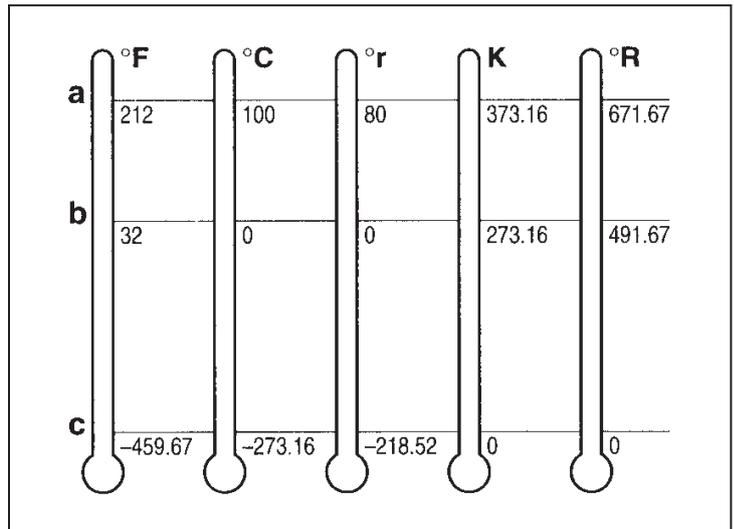

Fig. 11.13
En la Fig.11.13 se comparan las diferentes escalas de temperatura: Fahrenheit (°F), Celsius (°C), Réaumur (°r), Kelvin (K) y Rankine (°R).